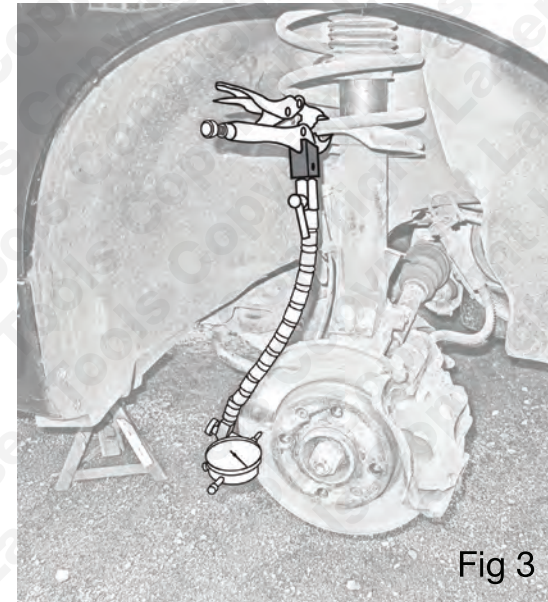

Fig 3
5. Fissare il gruppo ad un punto di sospensione adeguato o al mozzo con il morsetto a pinza, in modo che sia vicino a sufficienza da consentire di inclinare il montante (A) in modo tale che la punta di misurazione del comparatore (J) possa entrare in contatto col disco del freno a 90° rispetto alla superficie del disco stesso. Posizionare il comparatore in modo che la punta di misurazione (J) sia premuta per 2 - 4 mm. Fig. 3